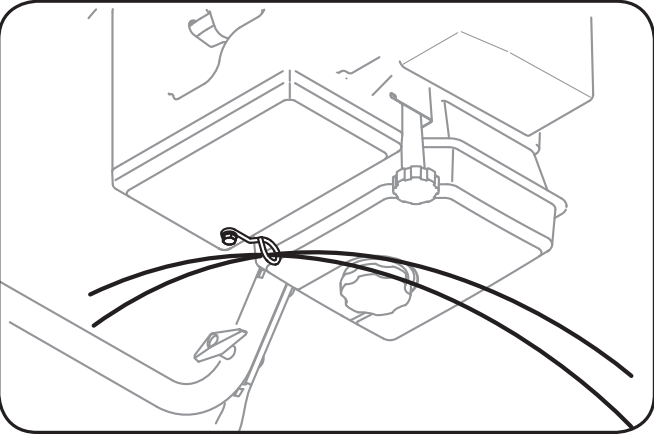

Figure 3-8
- Positionnez les barres de coupe pour qu'elles font face à l'avant comme illustré à la Figure 3-8. Maintenez-les en place avec la boulonnerie enlevée précédemment, les écrous à oreilles devraient être attachés sur **l'extérieur** du logement comme illustré.
- b. Alignez le trou sur la manivelle de commande de la goulotte avec le trou sur le raccord et maintenez en place avec la goupille fendue enlevée précédemment. Vérifiez que tous les câbles sont acheminés dans le guide sur la droite de la manivelle de commande de la goulotte. Voir la Figure 3-8.